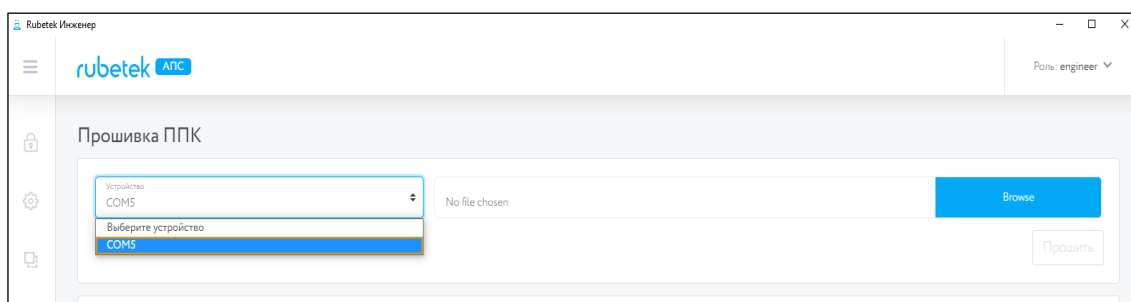

Рисунок 8 - Выбор Com-порта
- В вкладке **Устройство** выбрать Com-порт в который подключен интерфейс RS-485 см. Рисунок 8;